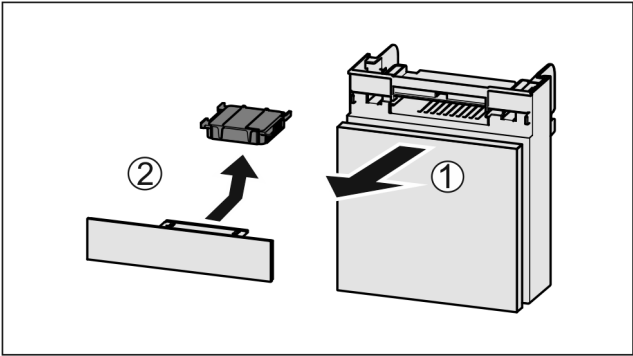

Fig. 135
► 向前拉出 Fig. 135 (1)抽屉。
► 取出 Fig. 135 (2)活性炭过滤器。